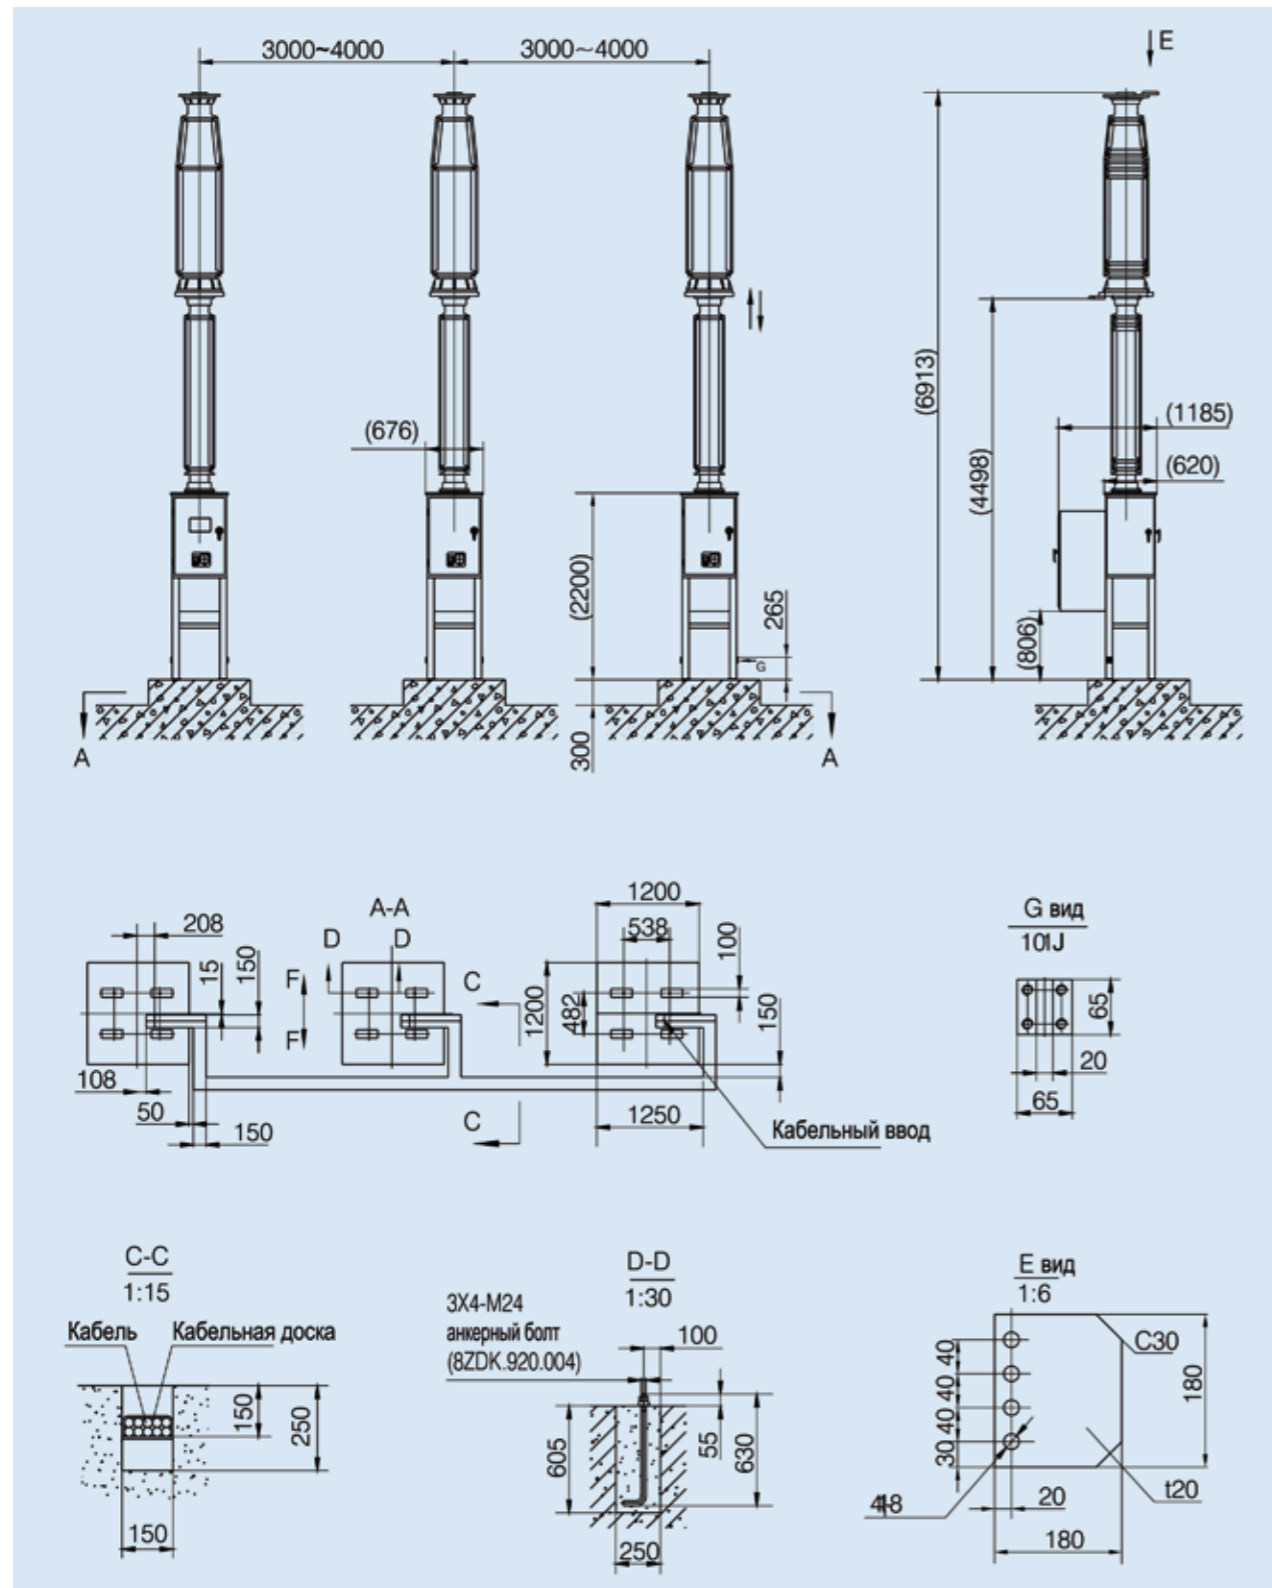

Рис. 6.1 Внешний вид выключателя LW43-252
6.1. Внешний вид и размеры высоковольтного элегазового выключателя LW43-252 наружной установки (см. рис. 6.1)